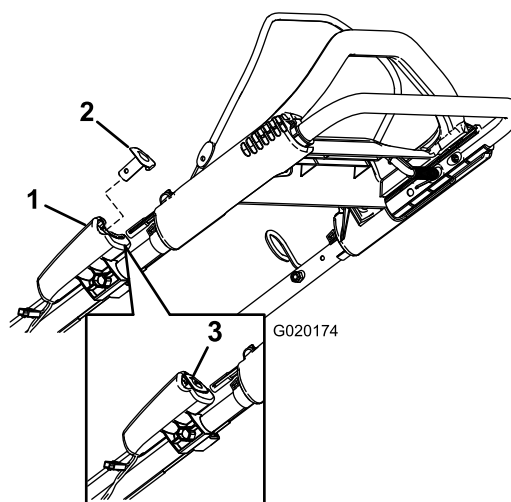
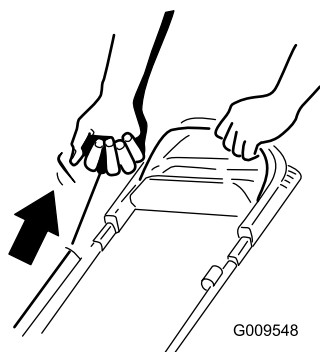

Рисунок 15
Рисунок 16
2. Нажмите кнопку электрического стартера (Рисунок 15) или без усилия потяните на себя рукоятку механического стартера (Рисунок 16) до ощущения сопротивления, затем резко потяните рукоятку на себя и дайте ей медленно вернуться в направляющую троса на рукоятке.